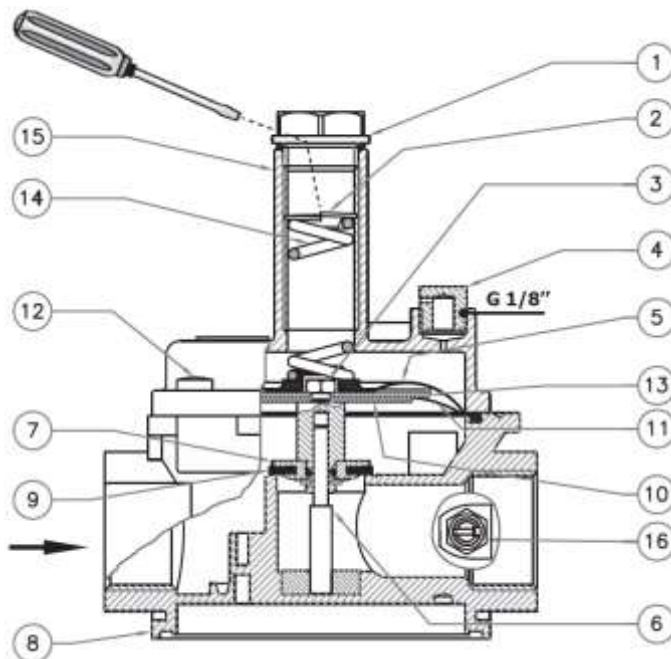

Рис. 3
Клапан (рис. 3) состоит из: запорный колпачок (1); регулировочный винт (2); гайка крепления мембраны (3); пылезащитный колпачок (4); защитная мембрана (5); центральный шток (6); затвор (7); корпус (8); уплотняющая прокладка (9); нижний диск мембраны (10); рабочая мембрана (11); винты крепления (12); верхний диск мембраны (13); пружина регулирующего устройства (14); раструб (15); золотник отбора давления (16) (опция).